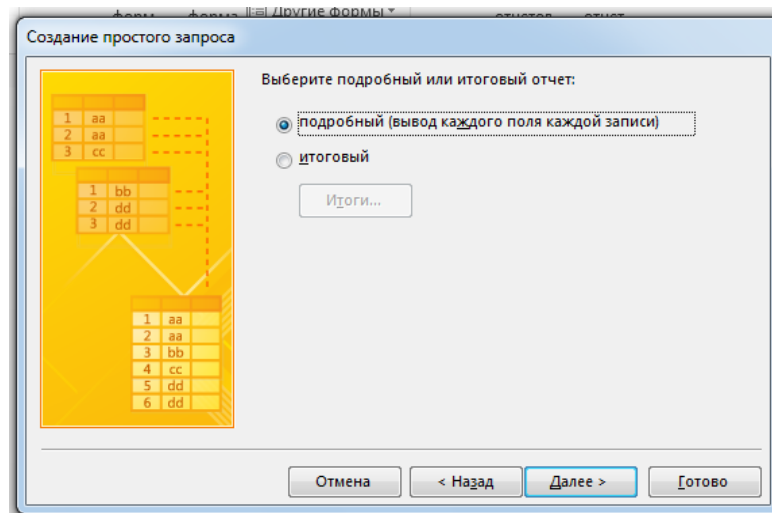

Рис. 30. Побудова детального запиту (друге вікно Майстра)
5. Натиснути на кнопку Далее перейти до наступного кроку роботи Майстра (рис. 30). Встановити перемикач вибору типу запиту: подробеный. Натисканням на кнопку Далее перейти до останнього кроку роботи Майстра.